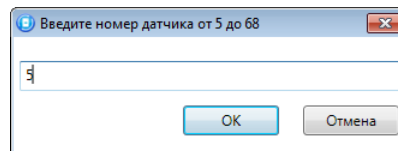

Рис. 4.1. Ввод номера радиоустройства
- В открывшемся окне укажите номер радиоустройства из числа еще не занятых в нумерации шлейфов и радиоустройств (в указанном диапазоне) и нажмите кнопку ОК (Рис. 4.1).